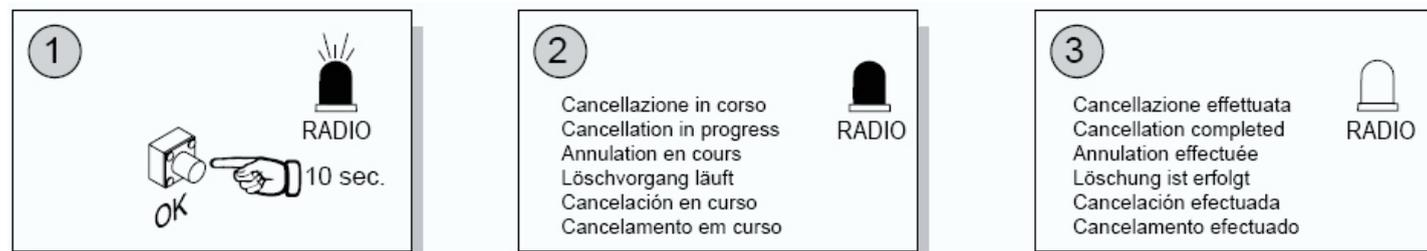

рис. 21
10.2. Программирование пультов вручну (рис. 21).
10.3. Программирование пультов д/у на расстоянии (рис. 21).
10.4. Стирание пультов (рис.21).
В случае отключения электричества или при поломке, для управления воротами вручную, потяните за веревочку каретки как на рис.21. Для помещений без дополнительного выхода необходимо устанавливать разблокиратор с ключом наружный (напр. Мод.SM-рис.2 или модель SET/S рис.3).